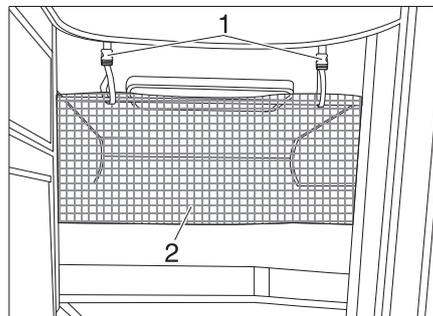

Bild 153 Sicherungsnetz
Das Sicherungsnetz (Bild 153,2) ist serienmäßig zwischen Matratze und Lattenrost verstaут. Das Sicherungsnetz erst aufspannen, wenn sich die Person bereits im Bett befindet.
- Die Haltebänder (Bild 153,1) in die Halterungen an der Decke einrasten.
**Sicherungsnetz** Das Sicherungsnetz (Bild 153,2) ist serienmäßig zwischen Matratze und Lattenrost verstaut. Das Sicherungsnetz erst aufspannen, wenn sich die Person bereits im Bett befindet.